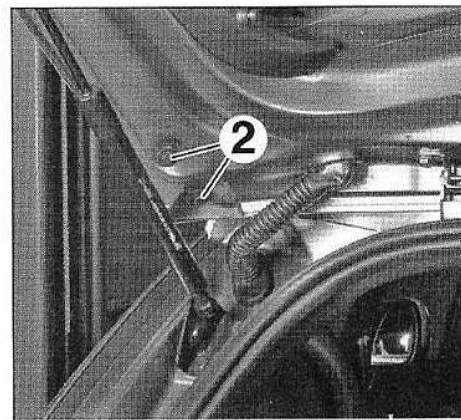

FIG.61
- De chaque côté, déposer les vis (2) (Fig.61).